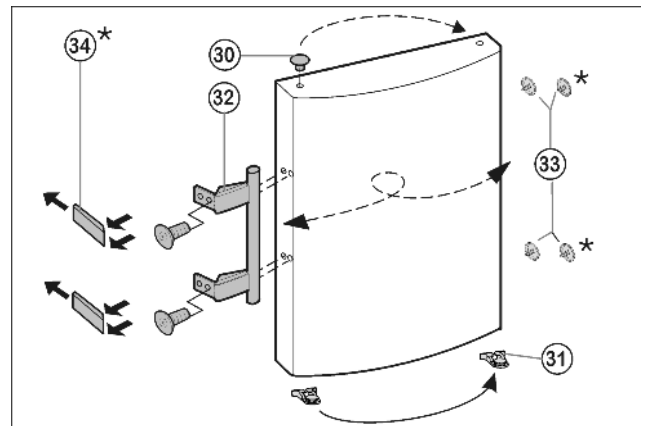

Fig. 8
- ▶ Haal *Fig. 8 (30)* de stop uit de deurlagerbus en plaats hem om.
- ▶ Demonteer deurgreep *Fig. 8 (32)*, stop *Fig. 8 (33)* en drukplaten\* *Fig. 8 (34)* en monteer ze aan de tegenoverliggende kant.